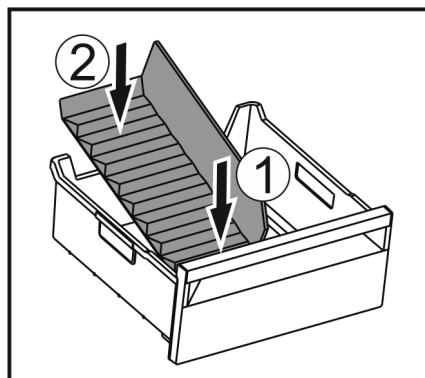

Fig. 209
- ▶ Vstavite sprednji del pregrade predala za led. Fig. 209 (1)
- Zadnji del pregrade predala za led spustite do dna predala. *Fig. 209 (2)*